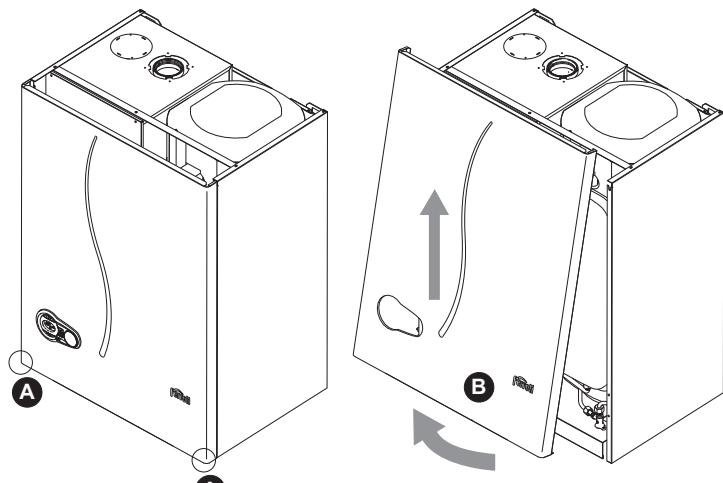

fig. 24 - Ouverture du panneau avant
1. Dévisser les vis A (voir fig. 24)